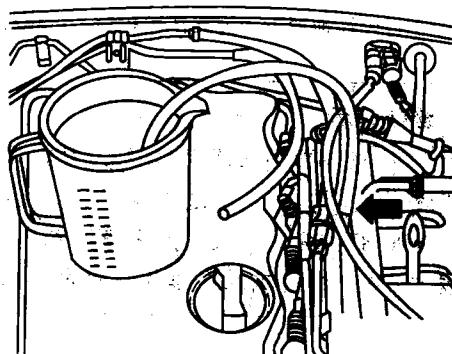

图 4-5 检查燃油泵供油量
④从燃油分配管上拔下回油管。将一辅助软管（箭头所示）装到燃油分配管上，然后将软管放入一量杯，参见图4-5或图4-6。